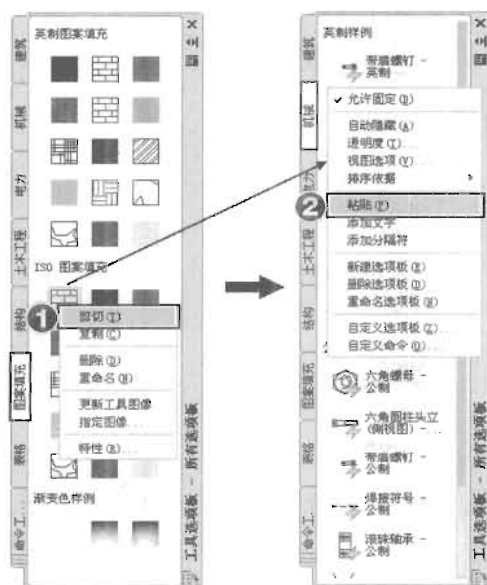

图 7-59
(2) 使用“剪切”、“复制”和“粘贴”功能可以把一个选项卡中的图案转移到另一个选项卡中，比如将“图案填充”选项卡中的图案转移到“机械”选项卡中，如图 7-59 所示。